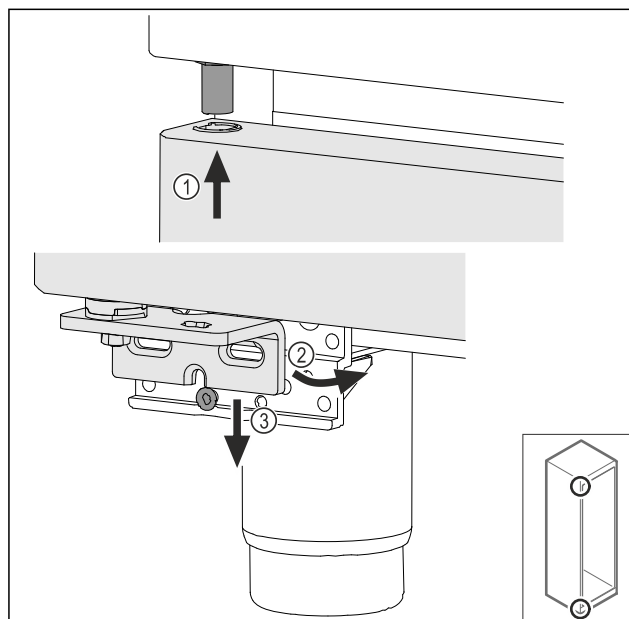

Fig. 34
- Inserire la porta leggermente inclinata in alto Fig. 34 (1), addezzare la porta Fig. 34 (2) e posizionarla in basso sulla vite del blocco di supporto Fig. 34 (3).